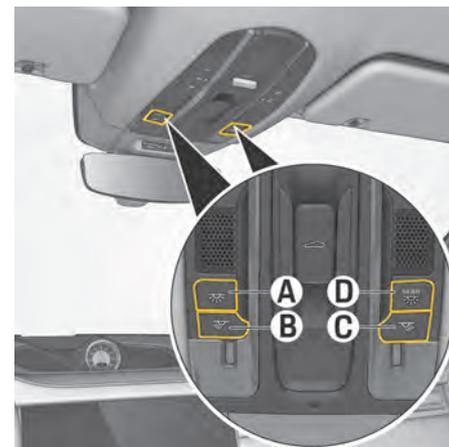

図. 32 インテリアライトの操作
- ▶ ボタンA(図. 32)またはD(図. 32)を押してください。
- ▶ ボタンB(図. 32)またはC(図. 32)を押します。